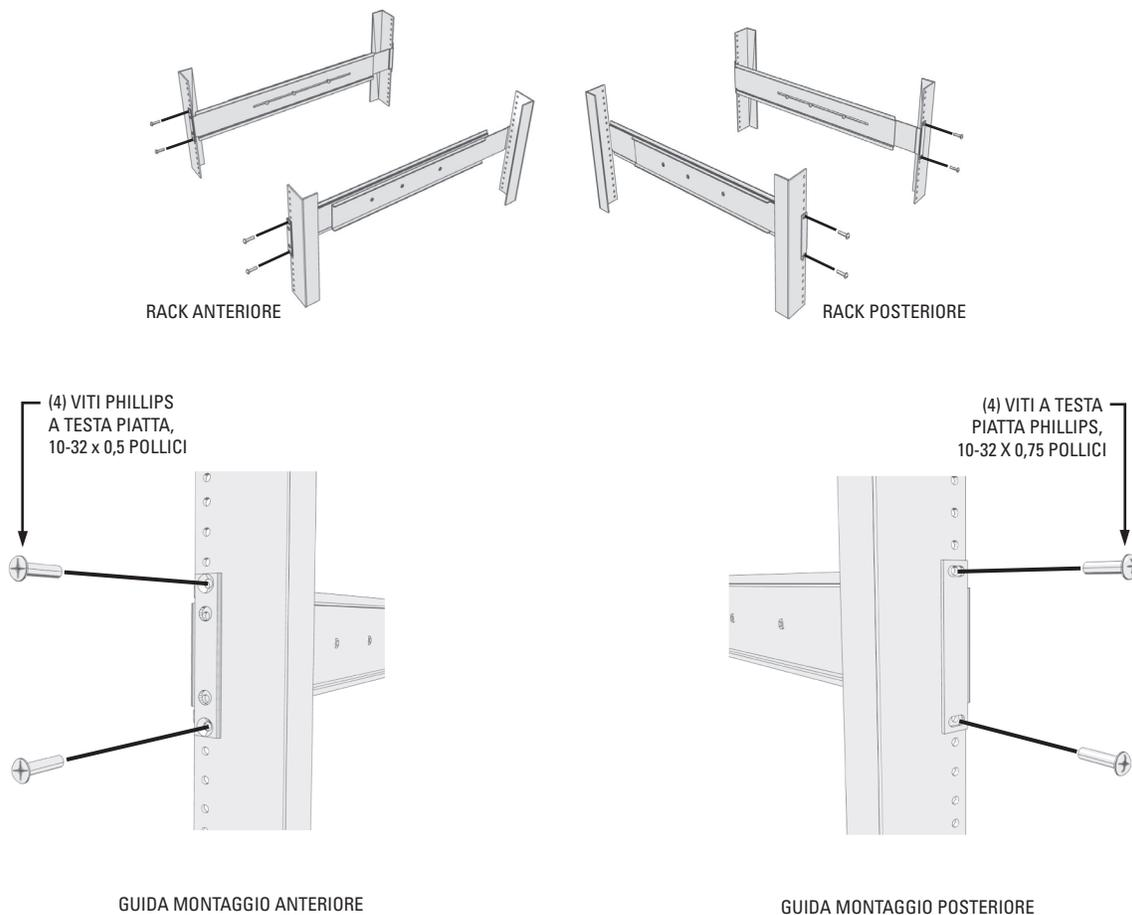

Figura 11. Fissaggio delle guide di supporto
6. Fissare un gruppo di guide di supporto (in dotazione) nella posizione desiderata sul rack (vedere la Figura 11).